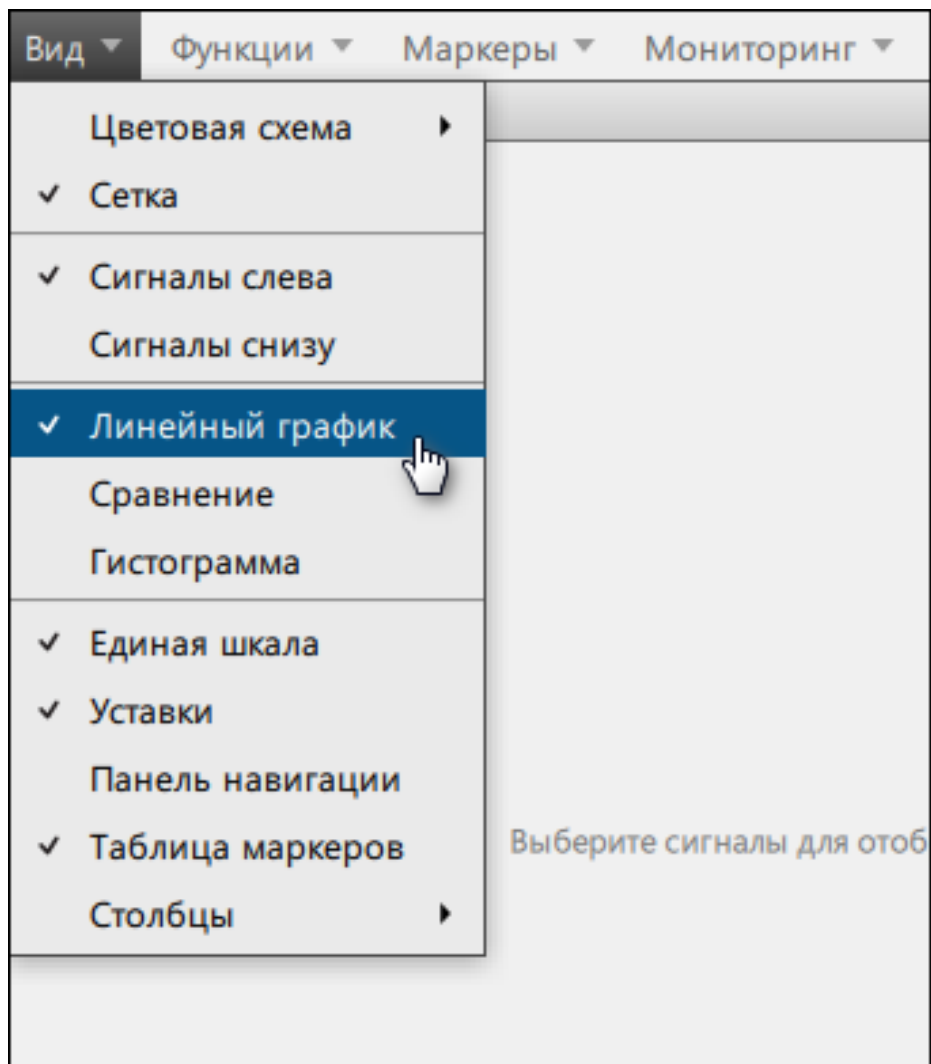

Рисунок 85 - Добавить линейный график
2. В открывшемся окне выберите **Вид** → **Линейный график** (Рисунок 85).